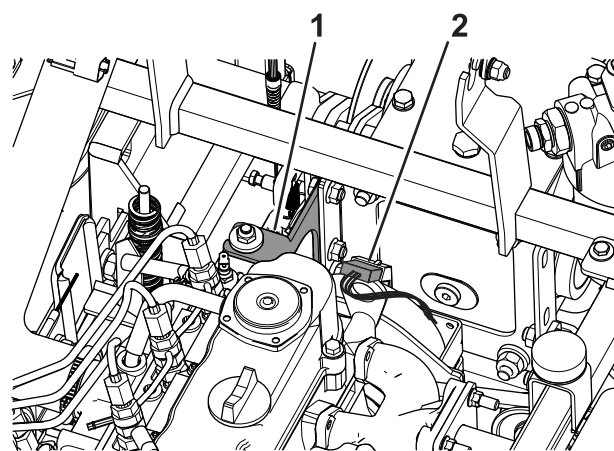

Figura 78
5. Scollegate il connettore del cavo della frizione (Figura 78).
6. Rimuovete i 3 bulloni e i 3 dadi che fissano la staffa della frizione al telaio e alla frizione (Figura 78).